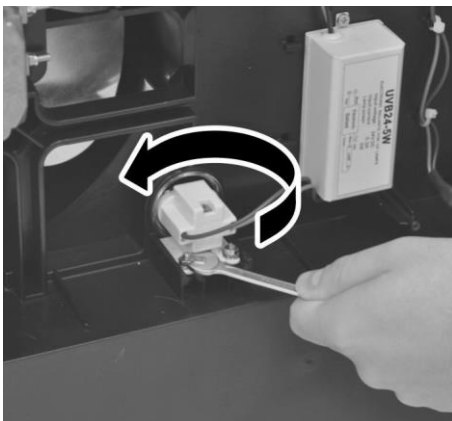

Abb. 33: Muttern der Lampenfassung lösen
3. ➤ Muttern der Lampenfassung mit Schraubenschlüssel SW 7 lösen (Abb. 33).